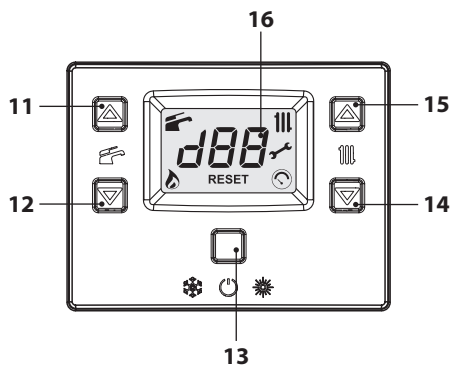
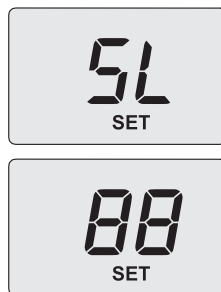

Figura 7.2
Figura 7.10
• Entrare in "modalità programmazione" premendo contemporaneamente per 10 secondi i tasti 13-14-15 (Figura 7.2) fino a far apparire sul display LCD le lettere **Pr** che si alternano al numero del parametro **01**, indicanti l'entrata nel "parametro 01" (Figura 7.3).
- Scorrere i vari parametri utilizzando i tasti 14 o 15 (Figura 7.2) fino a far apparire sul display LCD le lettere **Pr** che si alternano al numero del parametro **09**, indicanti l'entrata nel "parametro 09" (Figura 7.4).
- Utilizzando i tasti 11 o 12 (Figura 7.2) è possibile scorrere i vari valori di regolazione.
- Utilizzare i tasti 14 o 15 (Figura 7.2) fino a portarsi allo stato **LP** (spazzacamino attivo in minimo sanitario) e premere il tasto 13 per confermare. Sul display appare **LP** alternato alla temperatura massima in sanitario.
- Entrare in "modalità programmazione" premendo contemporaneamente per 10 secondi i tasti 13-14-15 (Figura 7.2) fino a far apparire sul display LCD le lettere **Pr** che si alternano al numero del parametro **01**, indicanti l'entrata nel "parametro 01" (Figura 7.3).
- Agire sui tasti 15 o 14 (Figura 7.2) per incrementare o decrementare il valore. Attendere 3 secondi per stabilizzare la pressione del gas quindi leggere il valore sul manometro gas. **Ricordarsi di mantenere l'andamento in salita.**
- Premere il tasto 12 (Figura 7.2) per 5 secondi per memorizzare il valore.
- Premere il tasto 11 (Figura 7.2) per passare alla taratura del minimo gas. Il display visualizza **SL** alternato al parametro potenza minima assoluta e la scritta "**SET**" (Figura 7.10).
- Agire sui tasti 15 o 14 (Figura 7.2) per incrementare o decrementare il valore. Attendere 3 secondi per stabilizzare la pressione del gas quindi leggere il valore sul manometro gas. **Ricordarsi di mantenere l'andamento in discesa.**
- Premere il tasto 11 (Figura 7.2) per verificare il valore massimo impostato ed eventualmente correggerlo seguendo la procedura sopra descritta.
- Premere il tasto 11 (Figura 7.2) per verificare il valore minimo impostato ed eventualmente correggerlo seguendo la procedura sopra descritta.